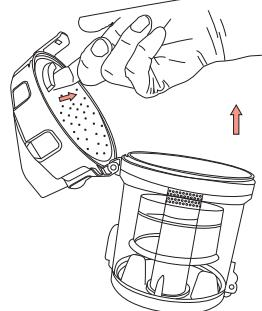

Fig.17
(4) Come in fig.17, aprire il coperchio HEPA.